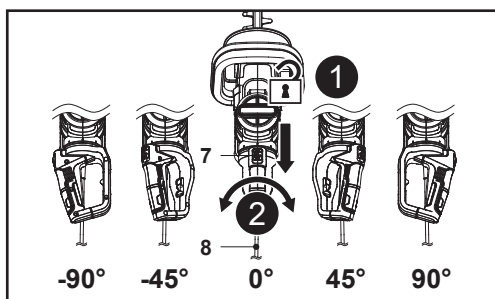

Fig. 5
1. Tire hacia atrás del botón de bloqueo de la empuñadura giratoria (7) y manténgalo en esta posición (Fig. 5, paso 1).
2. Gire ligeramente la empuñadura trasera (8) hacia la izquierda o la derecha (Fig. 5, paso 2).
3. Suelte el botón de bloqueo de la empuñadura giratoria (7) y siga moviendo la empuñadura trasera (8) hasta que encaje en su sitio con un clic audible.